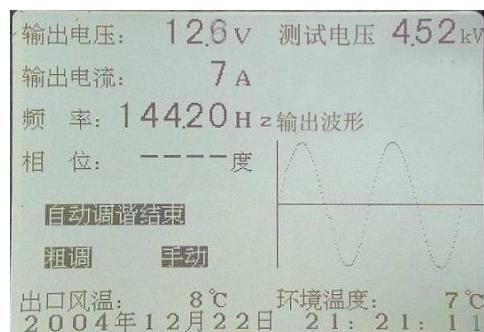

图 26 HMCXZW 变频电源装置自动调谐结束显示
8.1.6 自动调谐是利用在串联谐振回路中，谐振点的电压为最高电压来进行寻找频率点。自动调谐结束后，在屏幕上显示“自动调谐结束”。如下图 26 所示，此时就可以升压。